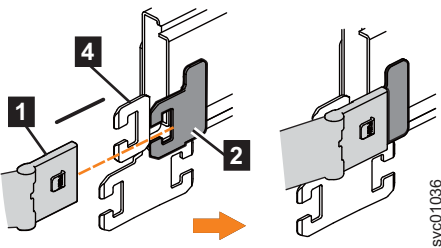

Figure 74. Installation du connecteur interne du CMA supérieur sur l'élément interne de la glissière de support
2. Installez le connecteur interne de l'assemblage supérieur du CMA (**1**) sur l'élément interne de la glissière de support gauche (**2**), comme illustré dans la figure 74 à partir des glissières de support externe et interne.